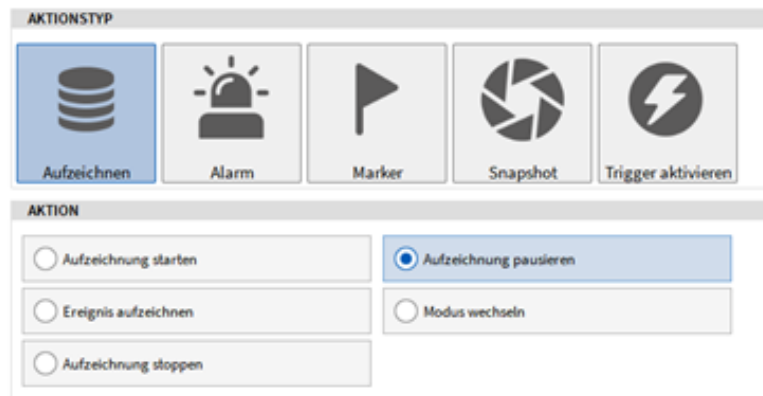

Abb. 9.30: *Aufzeichnung pausieren*-Aktionstyp
- Wählen Sie *Aufzeichnung pausieren* als Aktionstyp (siehe Abb. 9.30):